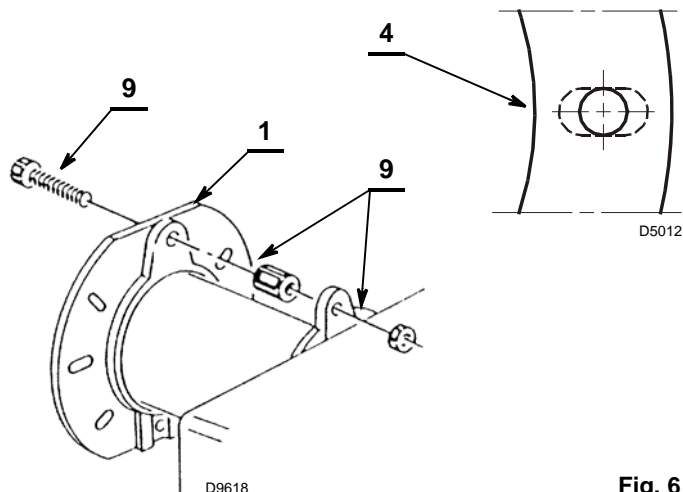

Fig. 6
- inserire sulla flangia 1) (Fig. 6) la vite e i due dadi 9);
- allargare, se necessario, i fori dello schermo isolante 4) (Fig. 6).